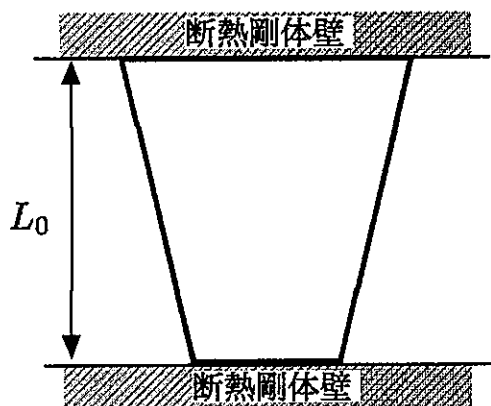

図1-2
- 3) この部材を元の温度 T_0 まで冷却したのち、図1-2に示すように上下方向に距離 L_0 離れた断熱剛体壁の間にこの部材をはめ込んで上下方向に拘束した。つづいて、拘束したままこの部材を再び均一に加熱して温度を T_0 から ΔT だけ温度上昇させた結果、この部材に上下方向にどれだけの力が発生するか、 ΔT 、 R 、 k 、 L_0 、 E 、 α の中から必要な記号を用いて答えよ。結果だけでなく、答えを導く過程も簡潔に示せ。